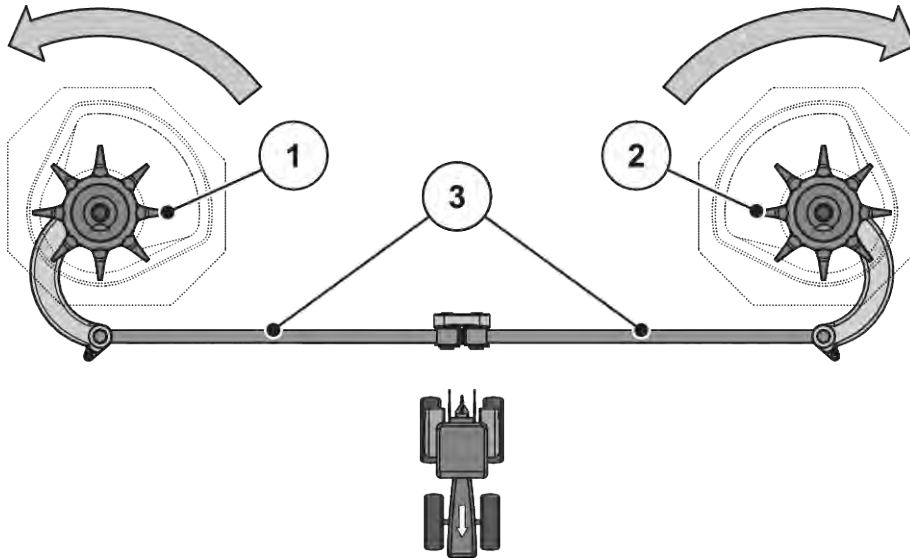

Fig. 53: Kontrollera omrörardrivningen.
- Vrid omröraren för hand i **spridartallrikens rotationsriktning**. Se Fig. 53 Kontrollera omrörardrivningen..
- Vrid omrörarhuvudet kraftigt för hand eller med hjälp av ett oljefilterband **mot spridartallrikens rotationsriktning**. Se Fig. 53 Kontrollera omrörardrivningen.